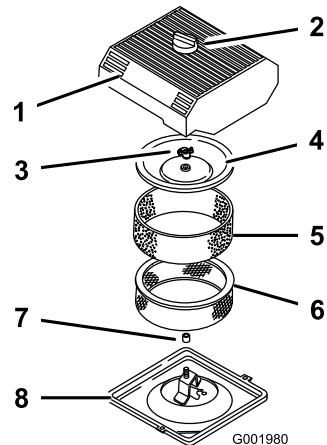

図 43
3. エアクリーナを外したときエンジン内部に異物が入らないよう、周辺をきれいに拭く(図 43)。
4. エア・クリーナのカバーのノブをゆるめてカバーを外す(図 43)。
5. ペーパー・エレメントからスポンジ・エレメントを注意深く取り外す(図 43)。
6. カバー・ナットを外し、カバーとペーパー・エレメントを外す(図 43)。
- ペーパー・エレメントにスポンジ・エレメントを注意深く取り付ける(図 43)。
- カバー・ナットを取り付けて指締めする(図 43)。
- エア・クリーナのカバーとノブを元通りに取り付ける(図 43)。